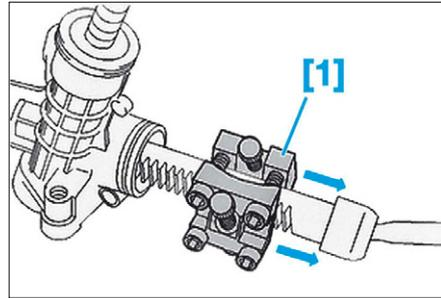

FIG. 10
- Positionner l'outil [1] sur la crémaillère afin que ses appuis rotulés prennent appui sur le berceau (Fig.10).